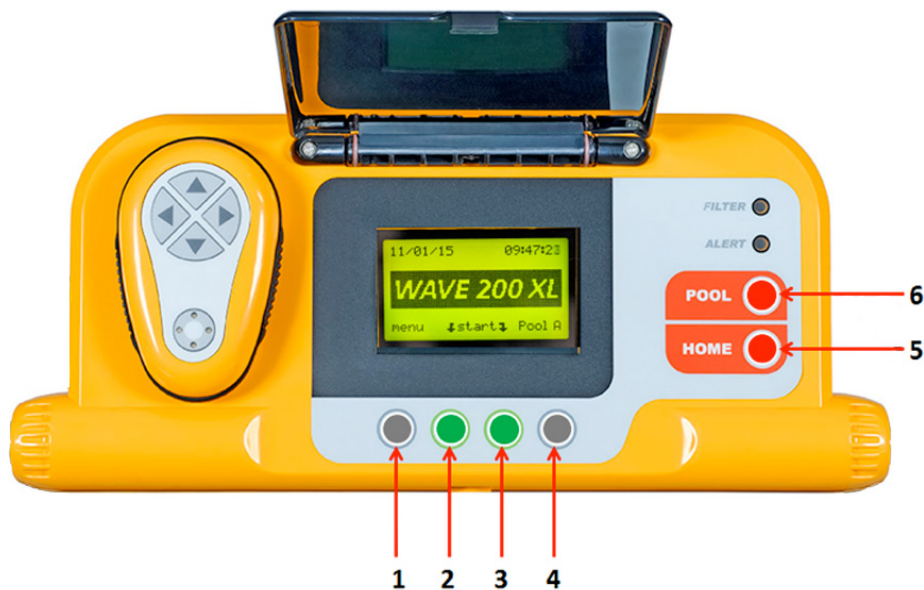

Abbildung 4: MMI Konsole
- In dieser Bedienungsanleitung bedeutet der Begriff **Auf Start** Drücken, gleichzeitig auf die zwei grünen Tasten auf der MMI Konsole (in Abbildung 4 mit 2 und 3 markiert) zu drücken.
- Die MMI Konsole ist mit einem Bildschirmschoner ausgestattet, der nach 5-minütiger Wartezeit erscheint. Drücken Sie auf die Tasten **POOL (SCHWIMMBAD)** und **HOME**, (in Abbildung 4 mit 5 und 6 markiert), um den Bildschirmschoner-Modus zu verlassen.
- Einige der Optionen in den MMI Menüs (Schwimmbadprofil-Einstellung) sind mit einem Code blockiert um zu verhindern, dass die Einstellungen aus Versehen geändert werden. Die Codefolge zum Freischalten dieser Optionen lautet: **3, 2 und 1** (Abbildung 4).
- **Alert (Alarm):** Diese Alarm-Leuchtdiode leuchtet auf, wenn ein Fehler aufgetreten ist, der die Funktion des Roboters beeinträchtigt. In solchen Fällen müssen Sie den Roboter überprüfen, um das Problem zu lokalisieren. Wenn das Problem behoben werden kann, starten Sie den Roboter erneut. Wenn der Fehler erneut auftritt, werden Einzelheiten dieses speziellen Fehlers auf dem MMI Bildschirm angezeigt (Abbildung 4). In diesem Fall müssen Sie sich umgehend an Ihren Maytronics Händler wenden.
2. Warten Sie, bis der Wave 200 XL Bildschirm erscheint. Drücken Sie auf **Start** (drücken Sie gleichzeitig auf die zwei in Abbildung 4 mit **2** und **3** markierten Tasten). Daraufhin beginnt der Reinigungsvorgang.
3. Sie können den Reinigungsvorgang jederzeit durch Drücken auf die graue Taste, markiert mit **4** in Abbildung 4, abbrechen.